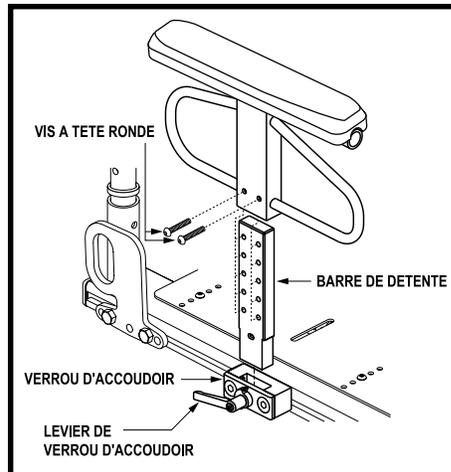

Figure 16. Réglage en hauteur accoudoir enfichable usage intense
2. Desserrez les vis à tête plate qui fixent le verrou de montage de l'accoudoir au montant latéral du siège. Voir la figure 16.
1. Tournez le levier de blocage de l'accoudoir vers l'arrière et soulevez le module d'accoudoir. Voir la figure 16.
2. Retirez les deux (2) vis à tête ronde sur le côté de l'accoudoir.